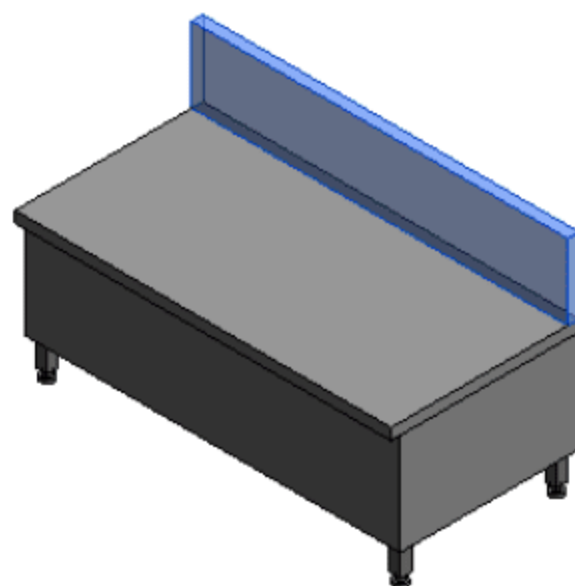

图 8.2.11 挡板效果图
(11) 编辑可见性并添加材质。首先, 选中挡板图元, 在“属性”面板中编辑“可见性/图形替换”选项, 取消“平面/天花板平面视图”复选框的选择, 单击“确定”按钮。其次, 添加挡板的材质, 选择“不锈钢”类型, 单击“确定”按钮, 如图 8.2.11 所示。